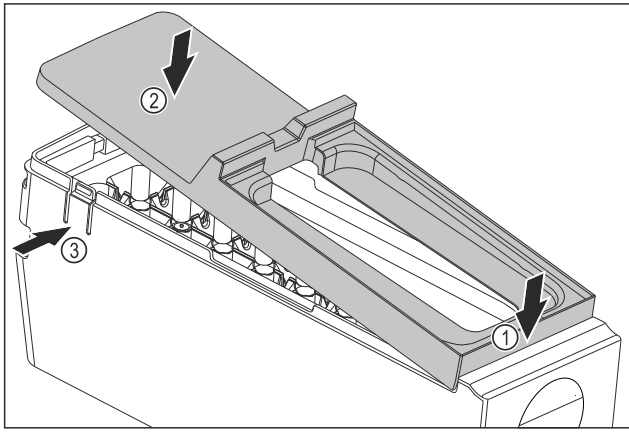

Fig. 90
- ▶ Смонтируйте крышку корпуса EasyTwist-Ice: Установите крышку спереди. Fig. 90 (1)
- ▶ Опустите крышку сзади. Fig. 90 (2)
- ▷ Крышка со щелчком фиксируется в накладках Fig. 90 (3).